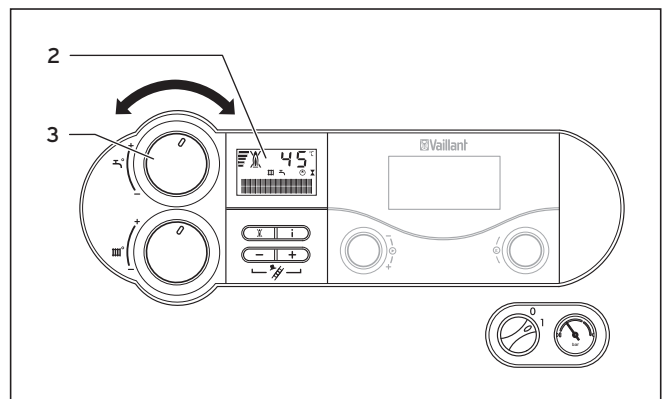

Fig. 4.6 Impostazione della temperatura dell'acqua calda
Quando si imposta la temperatura desiderata, sul display (2) viene indicato il valore nominale corrispondente (vedere fig. 4.6). Tale indicazione scompare dopo circa cinque secondi e sul display compare nuovamente l'indicazione standard (temperatura di mandata attuale dell'impianto di riscaldamento).
In presenza di acqua di durezza superiore a **3,6 mmol/l (20 °dH)**, non ruotare la manopola (3) della fig. 4.6 oltre la posizione centrale.